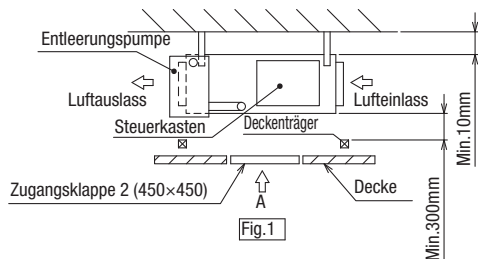

Fig.1
- (1) Wenn unterhalb der Einheit zwischen dem Gerät und der Decke ein Abstand von 300 mm oder mehr vorhanden ist. (Abb.1)
- Wenn unterhalb der Einheit zwischen dem Gerät und der Decke ein Abstand von 300 mm oder mehr vorhanden ist. (Abb.1)